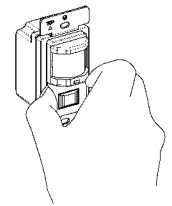

Figura 3
5. Quite la pequeña cubierta protectora. (Ilustrada en la Figura 3).